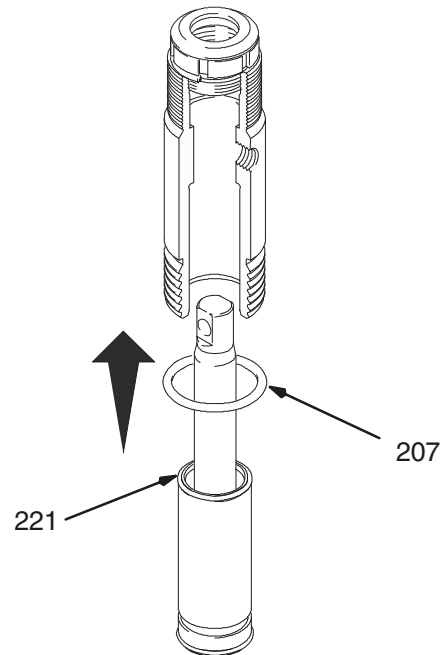

Fig. 17
Fig. 17. Ingrassare l'anello di tenuta (221) e metterlo sulla camicia. Far scorrere il gruppo camicia/biella del pistone sulla parte inferiore del cilindro. Sostituire l'anello di tenuta (207) se si desidera.